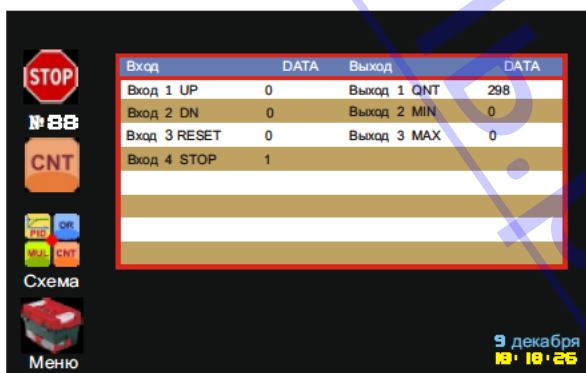

Рис. 134. Меню "Процесс" (Блок "Счетчик").
9.5.21 В меню **Процесс** блок Счетчик представлен в виде таблицы, в которой находится информация о состоянии входов и выходов блока в данный момент времени (Рис. 134).